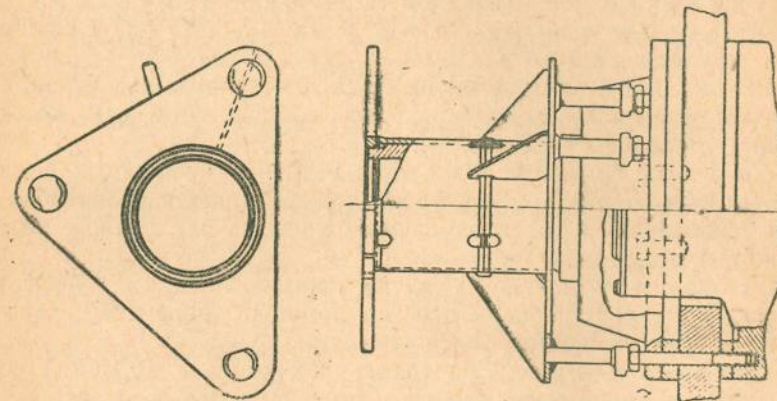

Рис. 64. Отжатие бортового редуктора от привалочной плоскости при помощи приспособления № 119
(рис. 64)
11. Установить на кронштейн ведущего колеса приспособление № 119 для отжатия бортового редуктора и, уперев стержни приспособления в головки трех болтов, отжать бортовой редуктор от привалочной плоскости (рис. 64).